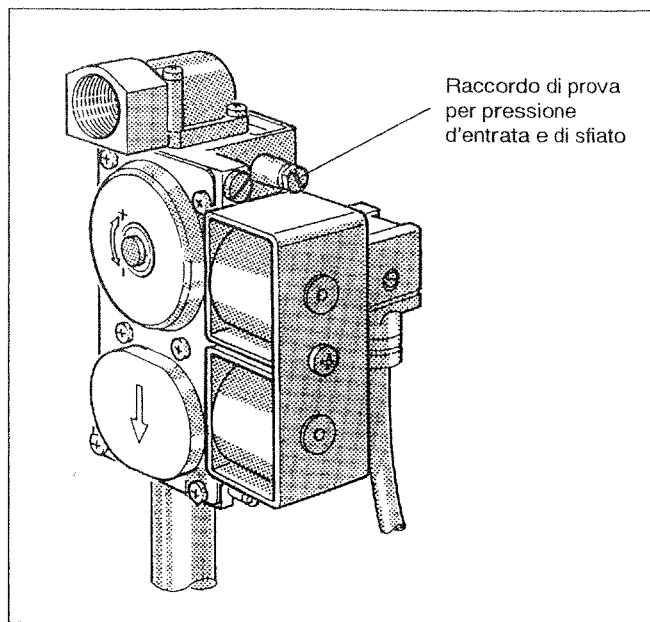
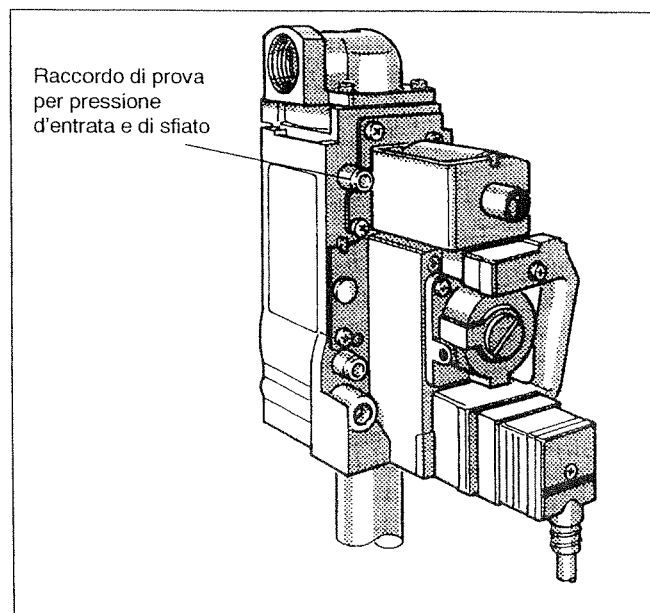

Fig. 31: Valvola bruciatore a gas "SIT" 830 Tandem
Fig. 33: Valvola bruciatore "Honeywell" VR 4601
- Allentare di due giri la vite di chiusura del raccordo di prova per pressione d'entrata a livello della valvola del bruciatore (da Fig. 31 fino a Fig. 33) ; per la versione "SIT" 830 Tandem rimuovere la vite di chiusura.